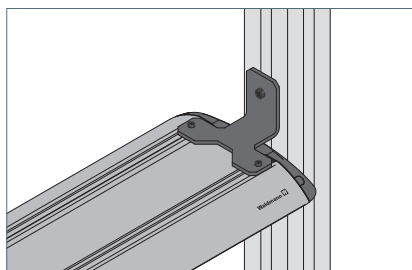

Fig. 13: Montage d'un luminaire avec le type de montage « Latéral ».
- Montez le luminaire sur la surface de montage à l'aide d'une vis appropriée, voir Fig. 13.